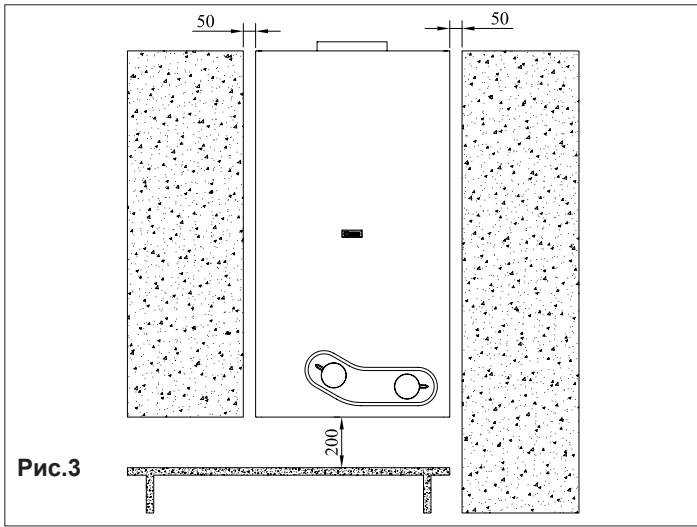

Рис. 3
- Для доступа к водонагревателю при техническом обслуживании необходимо оставить вокруг водонагревателя свободное пространство, как показано на рис. 3.